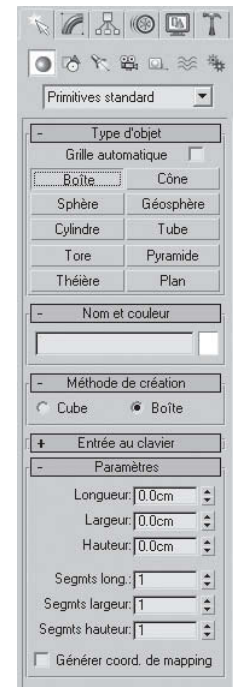

Fig.2.24
- 1 Sur le panneau déroulant **Type d'objet**, cliquez sur **Boîte** (fig.2.24).